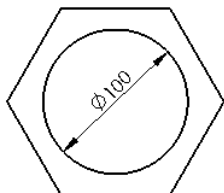

图 6.3.37 实引线, 文字对齐
- ☒ “实引线, 文字对齐”按钮 : 单击该按钮, 尺寸文本位于引线上方且与引线保持平齐, 如图 6.3.37 所示。